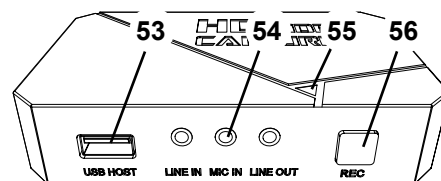

Fig. 35
⇒ Pulse la tecla REC (56, Fig. 35) de la grabadora de vídeos HDMI.
- ♦ El LED de señalización (55, Fig. 35) se ilumina en color rojo.
⇒ Introduzca el cable del micrófono de los auriculares (conector rosa) en la conexión MIC IN (54, Fig. 35) (marca rosa).